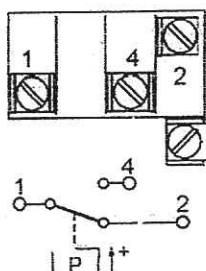

Fig. 1
- Esecuzione standard - vedi fig. 1.